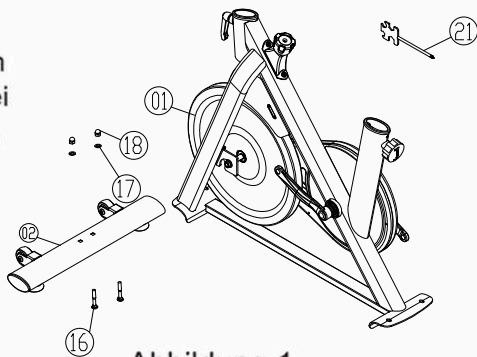

Abbildung 1
1. Befestigen Sie die Hauptrahmenbaugruppe (Teil 01) an der vorderen Fußrohrbaugruppe (Teil 02) mit zwei M8×55 Schlossschrauben (Teil 16), zwei Unterlegscheiben (Φ20×Φ8,5×1,5t, Teil 17) und zwei Kunststoff-Abdeckkappen (Teil 18), gemäß Abbildung 1.